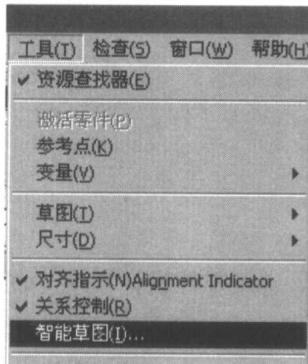
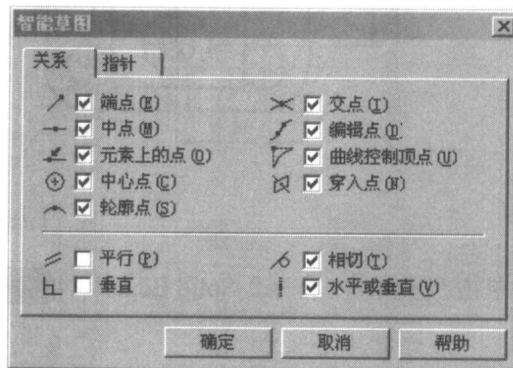

图 1-22
图 1-23
3. 绘图前，先在主菜单工具下选择智能草图命令（如图 1-22 所示），在智能草图对话框中选择绘图关系（如图 1-23 所示）。